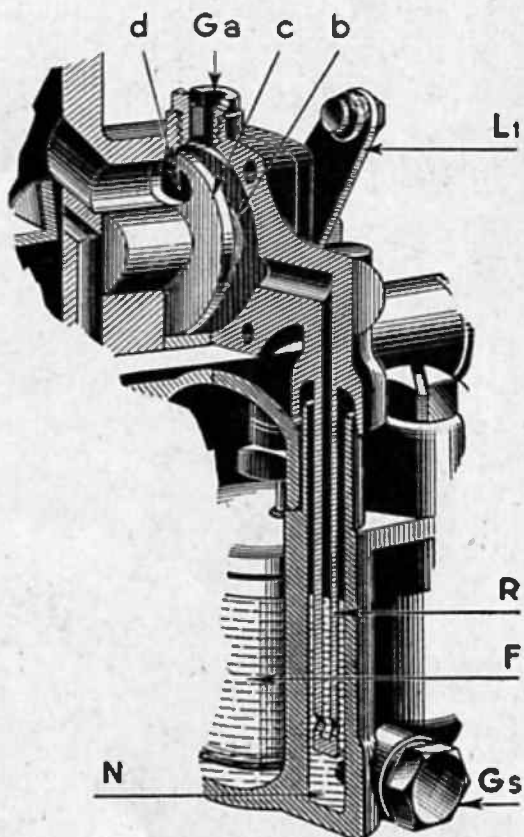

Fig. 26. — Le starter.
Le starter SOLEX comporte deux éléments de réglages : le gicleur d'essence (Gs) et le gicleur d'air (Ga) (voir fig. 26). Le gicleur d'essence (Gs) alimente une capacité (N) qui est à l'air libre et dans laquelle vient plonger un tube (R). Lorsque le starter est en circuit, la dépression du moteur s'exerce par la chambre (b) et le tube (R) sur la réserve contenue dans la capacité (N), mais elle est sans action sur le débit du gicleur (Gs) qui reste constant.
Dans ce cas, la mise en circuit et la fermeture du starter s'obtient en faisant tourner une plaque appelée **glace de starter** (c) fig. 26. Cette rotation est commandée par une **tirette** placée sur la planche de bord et manœuvrable au gré du conducteur. Avec le starter simple, la tirette doit être tirée à fond ou fermée complètement et il ne faut jamais utiliser les positions intermédiaires.